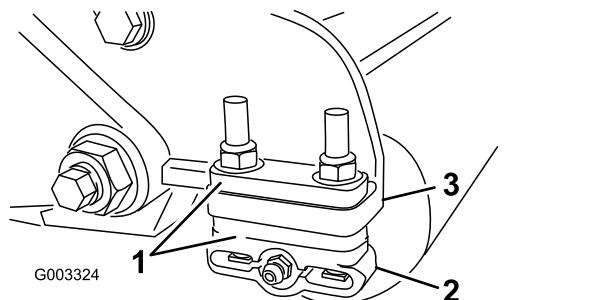

Figura 12
1. Ajuste os suportes do rolo traseiro (Figura 12) na altura desejada do limite de corte posicionando a quantidade necessária de espaçadores por baixo da flange de montagem da placa lateral (Figura 12) de acordo com o quadro de altura de corte.